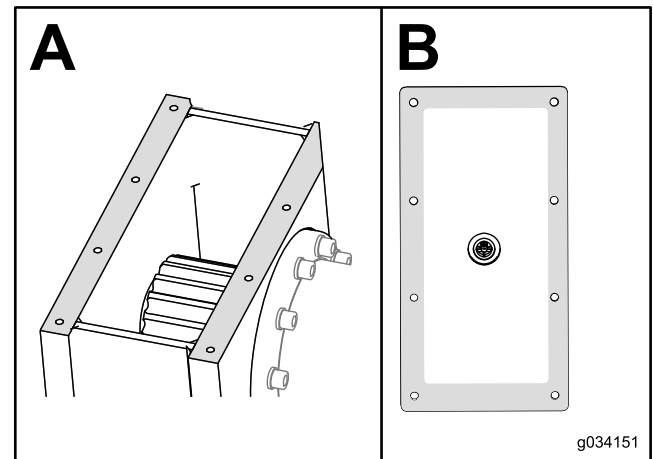

Bild 105
9. Entfernen Sie das Dichtungsmittel am Getriebe und an der Abdeckung (Bild 105).
10. Tragen Sie neues RTV-Dichtungsmittel (KFZ-artig) um die Kanten der Abdeckung auf (Abschnitt B in Bild 105).